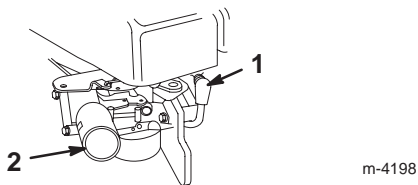

Figure 8
1. Branchez la bougie (Fig. 8).
2. Appuyez sur l'amorceur à trois reprises, en marquant une pause d'une seconde chaque fois (Fig. 8).